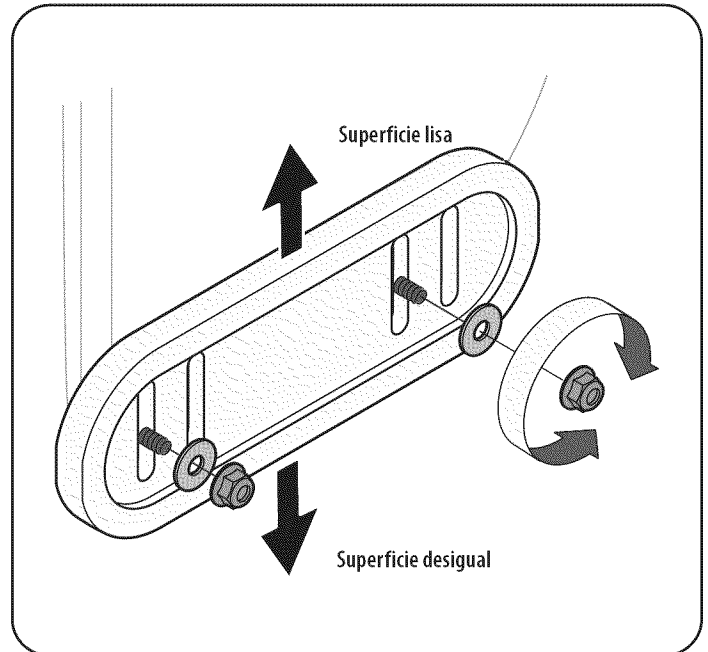

Figura 16
- Si desea quitar nieve al ras del suelo, eleve más las zapatitas antideslizantes en la caja de la barrena. Refiérase a la Figura 16.
1. Afloje las cuatro tuercas hexagonales (dos en cada lado), arandelas planas, y los pernos del carro. Mueva las zapatitas antideslizantes a la posición deseada. Vea la Figura 16.